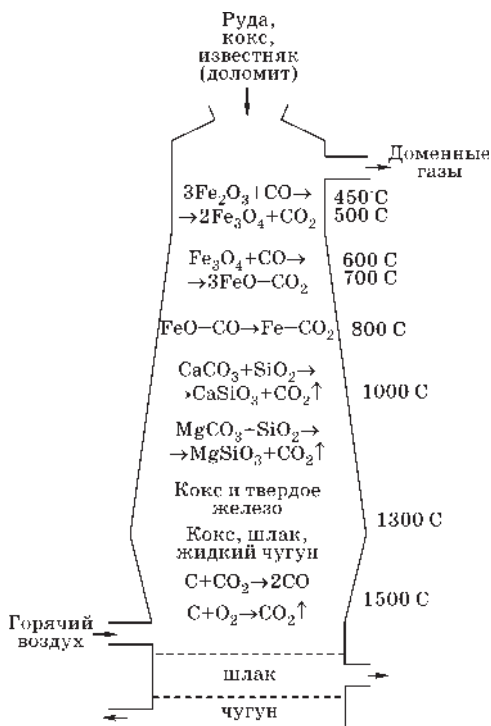

Рис. 11.1
В промышленности железо получают из железной руды путем восстановления содержащихся в нем оксидов железа оксидом углерода (II). Восстановление производится в специальной высокой печи, которая называется доменной печью (рис. 11.1).